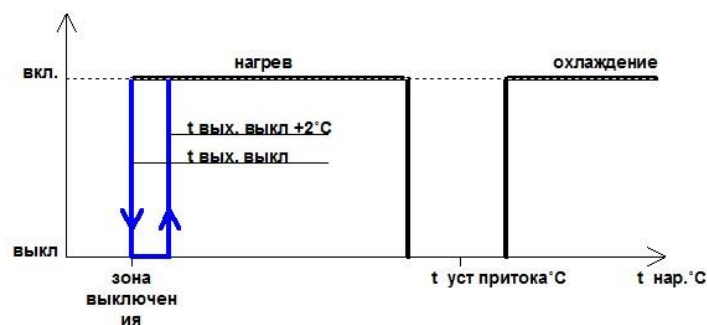

Рис.8. Температурный график работы роторного рекуператора.
- Одно из следующих условий температурного баланса (см. рис.8):
При температуре наружного воздуха « $t_{\text{нар}}$ » $<$ « $t_{\text{нар. выключения}}$ » (см. рис. 8) рекуператор останавливается в целях защиты от обледенения. Это состояние доступно для наблюдения в меню и из сети диспетчеризации.